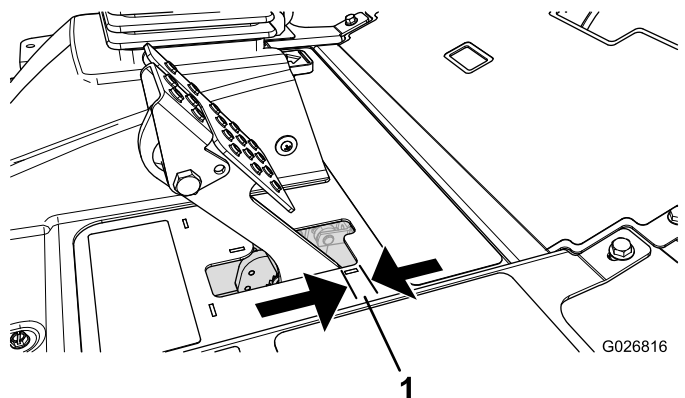

Figure 96
Régalez les freins si la garde à la pédale de frein est supérieure à 2,5 cm ou si la force de maintien offerte est insuffisante (Figure 96). La garde est la distance parcourue par la pédale de frein avant que le freinage soit ressenti.
2. Serrez l'écrou arrière afin de pouvoir déplacer le câble en arrière jusqu'à obtention d'une garde de 6 à 13 mm, avant le blocage des roues (Figure 96).